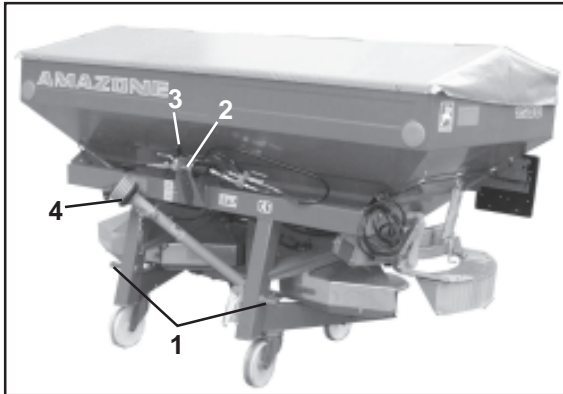

Fig. 5.1
Fig. 5.1 a
- Unterlenker des Schleppers auf Unterlenkerbolzen (Kat. II) (Fig. 5.1/1 bzw. 5.2/1) befestigen und mit Klappstecker sichern. Beim ZA-M max/iS den Bolzen in die obere Bohrung der Unterlenkerkonsole stecken. Diese Unterlenkerkonsole weist serienmäßig einen zweiten Unterlenkeranschluß auf und ermöglicht einen um 120 mm höheren Anbau am Schlepper (z.B. zur Spätdüngung).
- Oberlenker mit Einsteckbolzen (Kat. II) (Fig. 5.1/2 bzw. 5.2/2) abstecken und sichern. **Verriegelungshebel (Fig. 5.1/3 bzw. 5.2/3 und Fig. 5.1a/1) muß hierbei eingerastet sein.**
Nach Abstellen des Streuers Gelenkwelle in Fanghaken (Fig. 5.1/4 bzw. 5.2/4) einlegen.